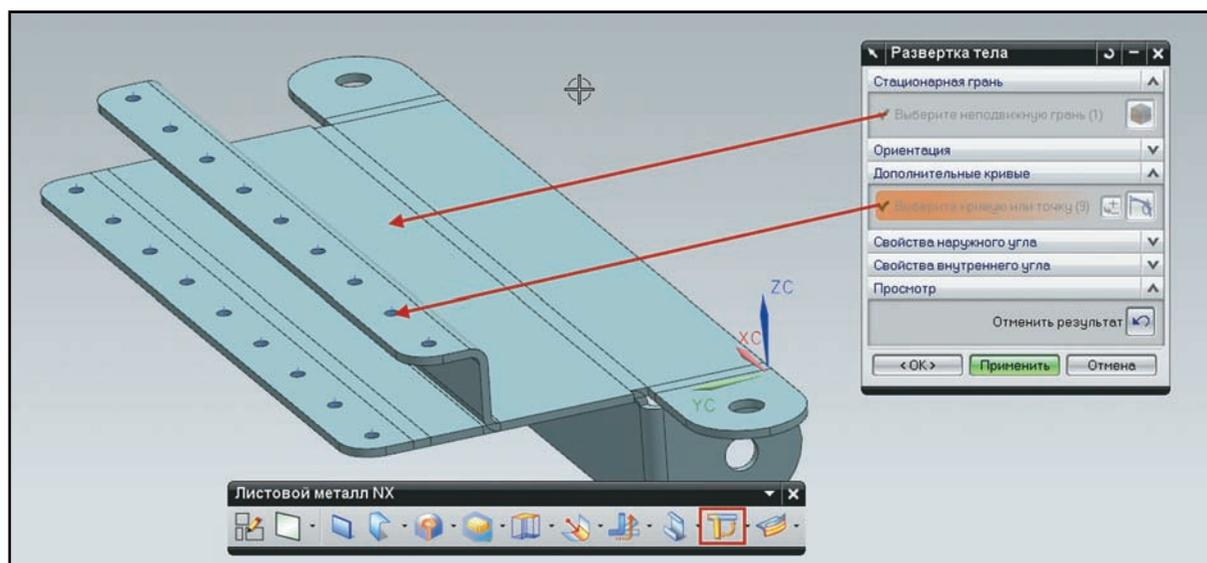

Рисунок 5.17. Создание тела развертки
- Нажмите **OK** для завершения команды. Будет создано новое тело, представляющее собой развертку. Его можно переместить на какой-нибудь вспомогательный слой и периодически делать видимым для контроля получаемой модели (рис. 5.17).